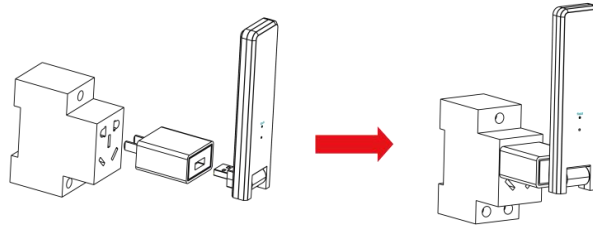

Figure 1
(4) Installation du DTU
a. Connectez le DTU à l'adaptateur et branchez-le dans la prise murale. (Figure 1)